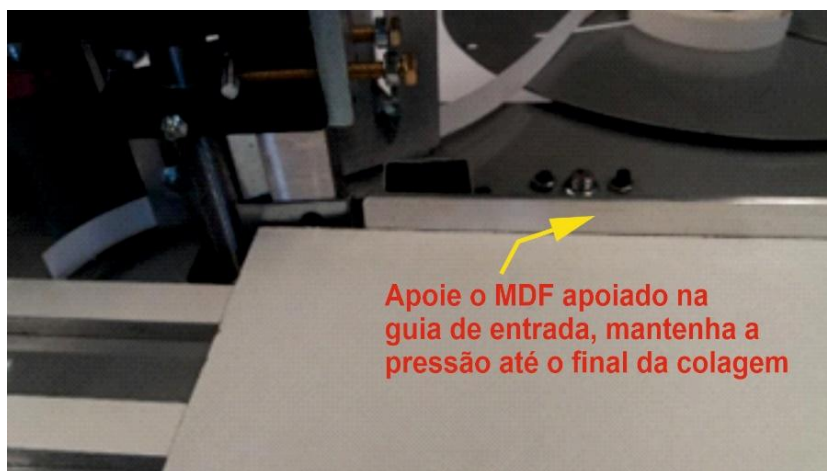

Figura 15 - Procedimento de colagem
- Certifique-se de posicioná-la rente à guia de entrada conforme a Figura 15;